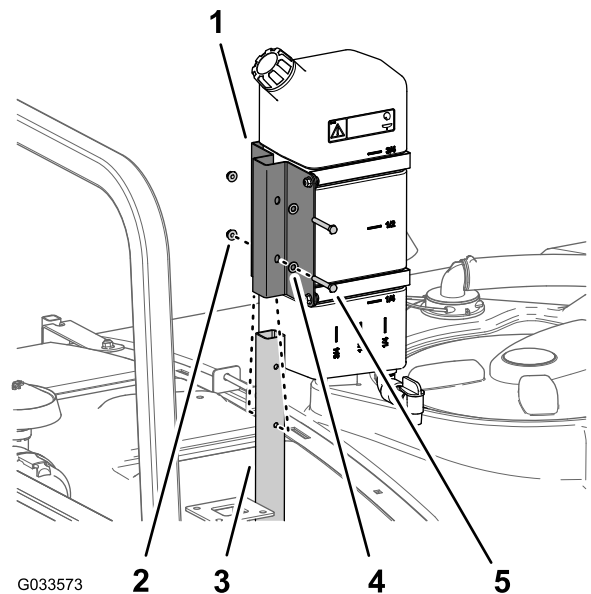

図 47
1. サポートチューブに、真水タンクとマウントを取り付けるボルト5/16 x 2 1/4" 2本、フランジロックナット5/16" 2個を使用し図 47のように取り付ける。